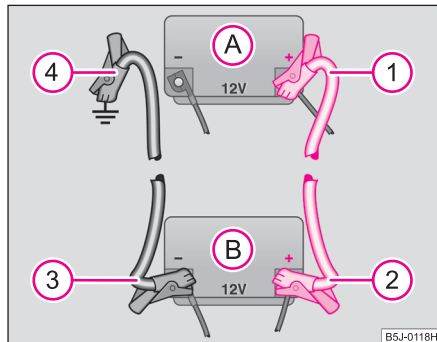

Abb. 174 Starthilfe mit der Batterie eines anderen Fahrzeugs: A - entladene Fahrzeugbatterie, B - stromgebende Batterie
- Befestigen Sie ein Ende **1** am Pluspol \Rightarrow Abb. 174 der entladenen Batterie **A**.